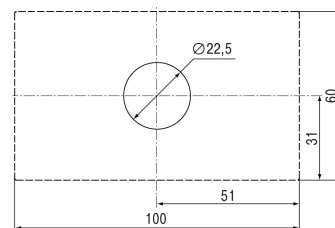

Рисунок 2 – Установочные размеры прибора
1. Подготовить в щите круглое отверстие диаметром 22,5 мм (см. рисунок 2).